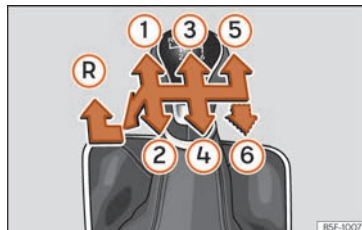

Abb. 88 Schaltschema bei einem 5-Gang bzw. 6-Gang Schaltgetriebe
Auf dem Schalthebel sind die Positionen der einzelnen Fahrgänge dargestellt **>>> (Abb. 88)**.
- Schalthebel in die Neutralstellung bringen und nach unten drücken. Schalthebel ganz nach links und dann nach vorn in die Rückwärtsgangposition schieben **>>> (Abb. 88) (R)**.